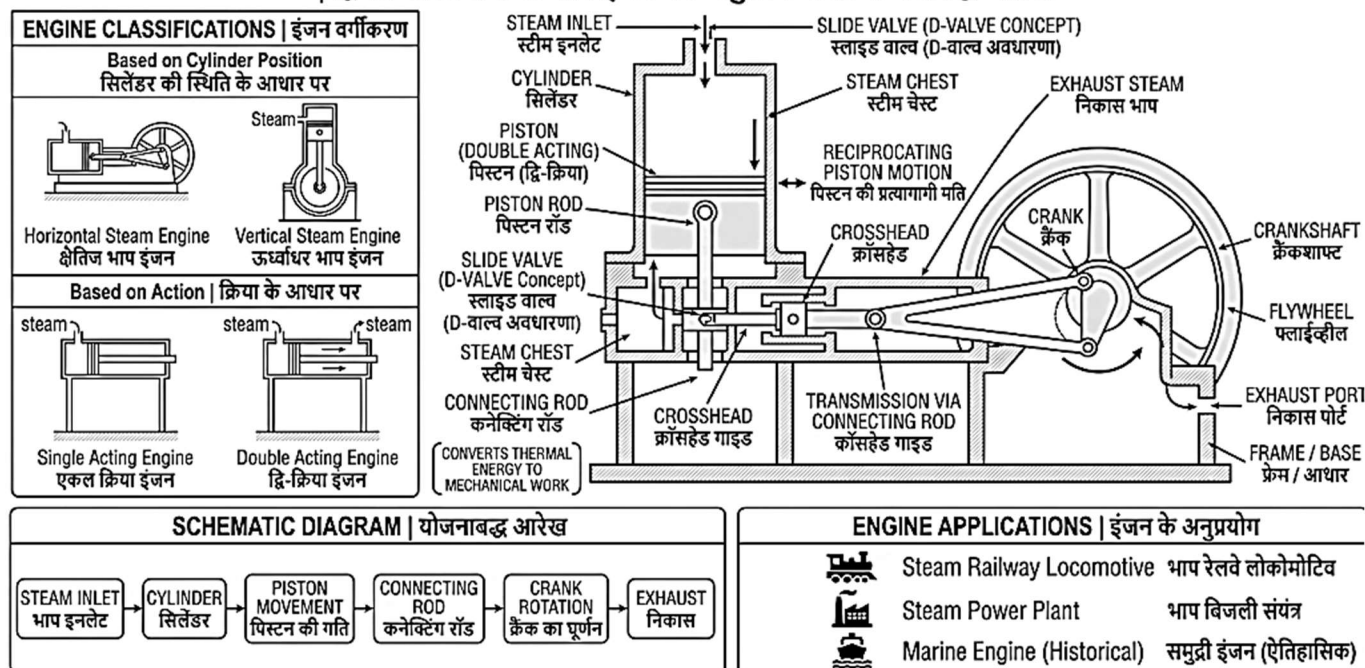

Fig. 5.1: Cross-Sectional Schematic Diagram of Double-Acting Reciprocating Steam Engine | द्वि-क्रिया प्रत्यागामी भाप इंजन का अनुप्रस्थ-काट योजनाबद्ध आरेख
5.1.1 Introduction (Fig.5.1)
5.1.1 परिचय (Fig.5.1)